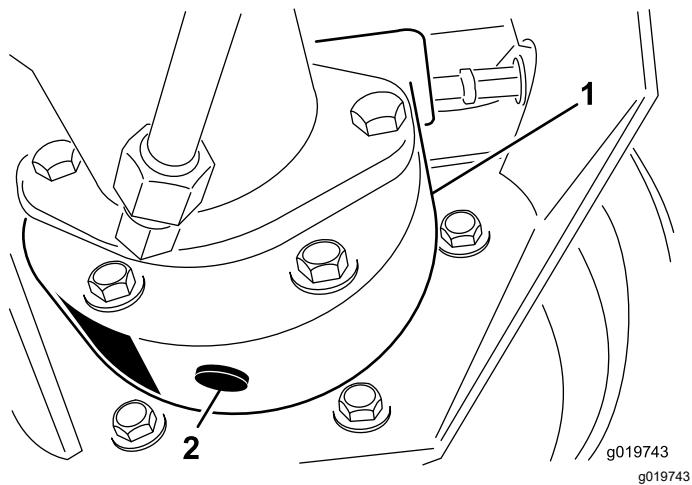

図63
3. ブレーキハウジングの下に容器を置き、プラグを外してオイルを抜く図63。